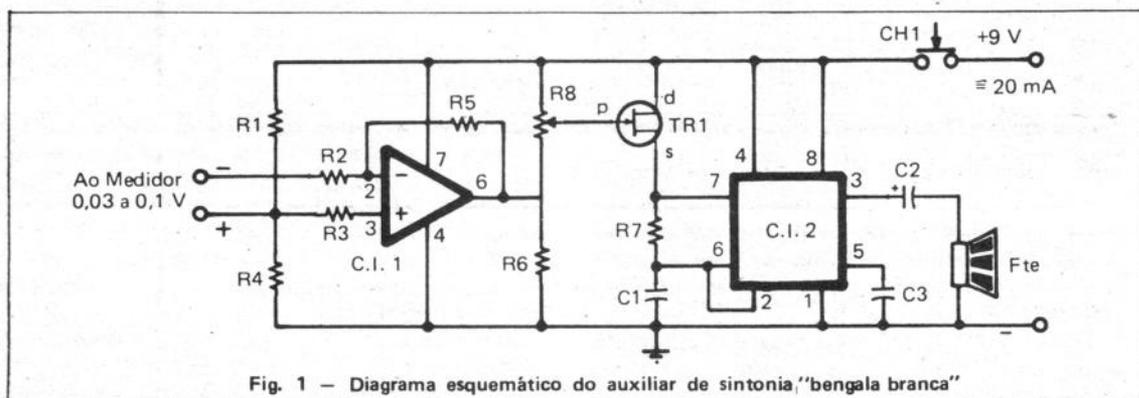

Fig. 1 - Diagrama esquemático do auxiliar de sintonia "bengala branca"
Como funciona uma carga linear? Imaginemos uma antena vertical encurtada, cuja reatância capacitiva para a frequência desejada esteja neutralizada pela indutância de uma bobina situada no meio (Fig. 1-A).
Agora, imaginemos formar esta indutância por meio de um elo grande, horizontal, conforme Fig. 1-B.
Finalmente, dobramos este elo para ficar junto com a vareta, como ilustrado na Fig. 1-C.
Fig. 1 — Eis como uma antena vertical encurtada, dotada de uma bobina no centro (A), se converte em outra, de características similares, com um grande elo horizontal (B), e, finalmente, se transforma numa carga longitudinal ("linear") ao dobrar-se o elo (C), de modo a ficar paralelo com a haste da antena.
O esquema da Fig. 1 mostra as interligações existentes entre os vários componentes, o que é feito por intermédio de uma placa de circuito impresso de reduzidas dimensões (Fig. 2). Em se tratando de um circuito em que só existe corrente contínua, a disposição dos componentes não é crítica, podendo, também, a montagem ser feita com placas de circuito impresso padronizadas, ou, mesmo, com pontes de terminais.